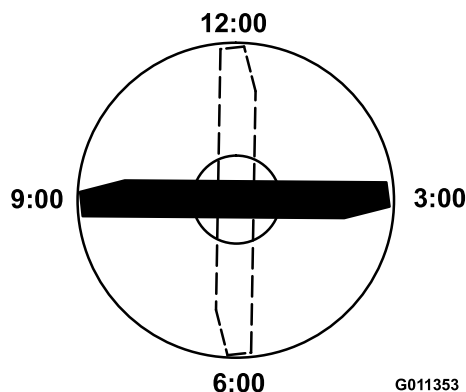

Figure 81
4. Positionnez le tranchant de l'extrémité repérée à la position 12 heures (droit devant dans la direction de la tonte) (Figure 81) et mesurez la hauteur de la surface plane au tranchant de la lame.
5. Tournez l'extrémité repérée de la lame aux positions 3 et 9 heures (Figure 81) et mesurez les hauteurs respectives.